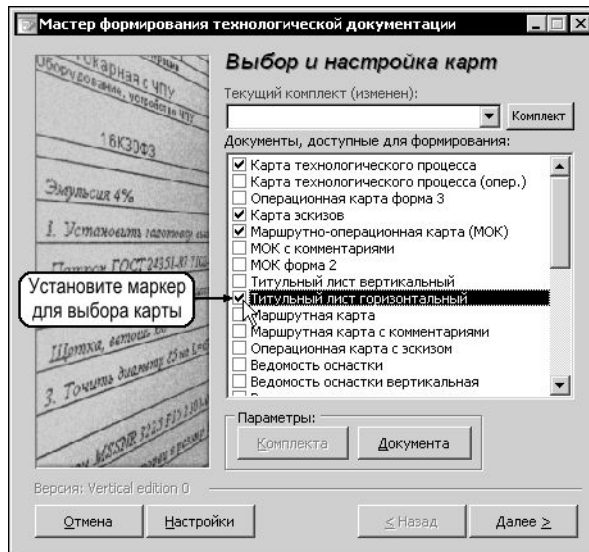
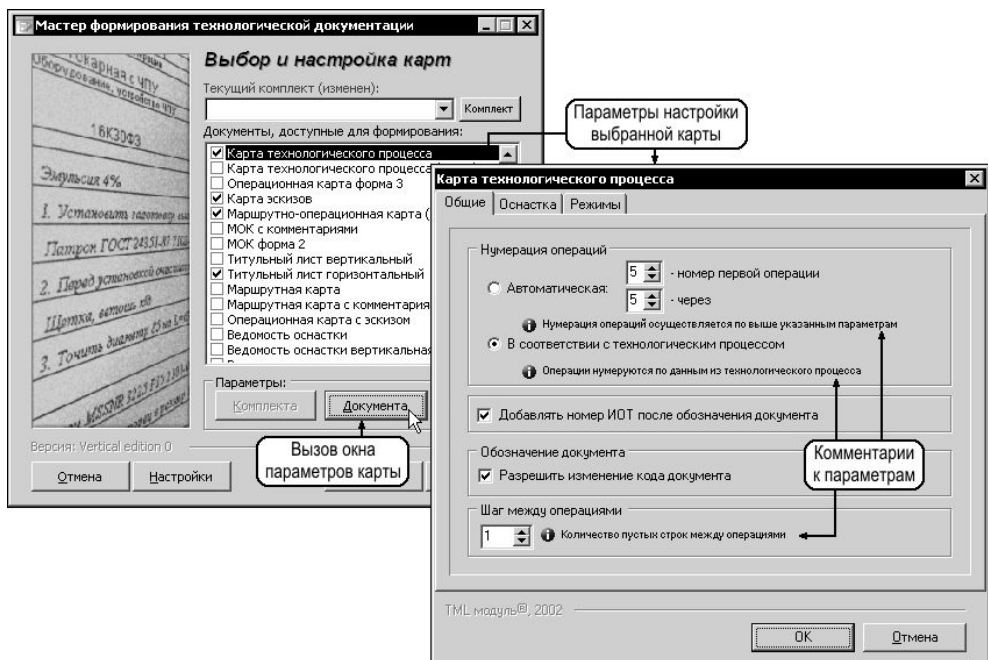

Рис. 11.1. Мастер формирования технологических карт. Окно Выбор и настройка карт
Рис. 11.2. Доступ к настройкам параметров карты
Первое окно Мастера формирования комплекта технологических карт (окно **Выбор и настройка карт**) представлено на рис. 11.1. В центральной части окна расположен список карт, которые могут быть сформированы для техпроцесса.
Выбор технологической карты для формирования осуществляется установкой маркера напротив карты в списке (рис. 11.1). Нажатие кнопки **Документа** в группе **Параметры** вызывает окно настроек текущей карты (рис. 11.2). Параметры настройки зависят от типа выбранной карты и распределены по вкладкам. Рядом с каждым параметром приведен комментарий по его настройке.
Настройки	Вызов окна настройки для технологической карты, указанной курсором (рис. 11.2).
2. Сформируйте список карт, входящих в комплект (см. рис. 11.1 в разделе 11.2).